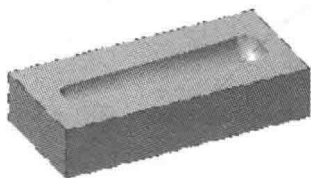

图 1.3.4 显示工件
Step4. 单击“机器群组属性”对话框中的 ☒ 按钮, 完成工件的设置, 此时零件如图 1.3.4 所示。
说明: 从图 1.3.4 中可以观察零件的边缘多了红色的双点画线, 点画线围成的图形即为工件。